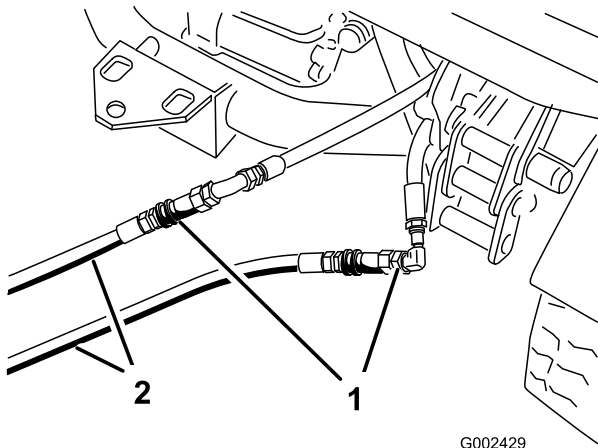

Figura 76
3. En la máquina inmovilizada, conecte las dos mangueras de interconexión a las mangueras que fueron desconectadas (Figura 76).